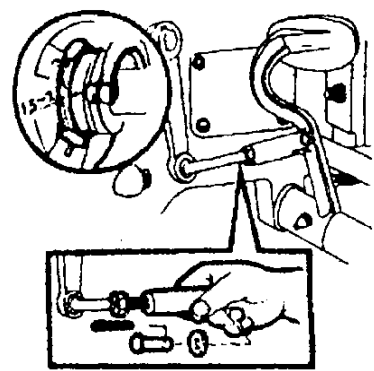

Рис. 20. Регулировка свободного хода педали
- При включенной муфте сцепления зазор между отжимным диском и торцевой поверхностью выжимного подшипника должен быть равномерным в пределах 1,5-2,0 мм (См. Рис. 20).